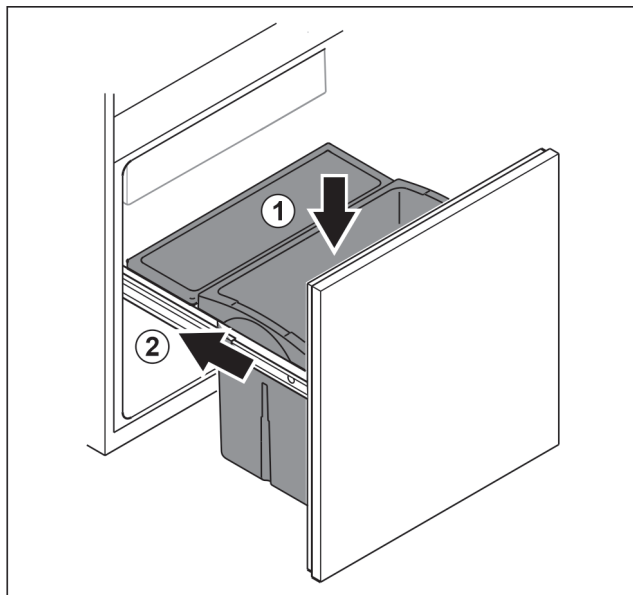

Fig. 191
- Vendosni në vend sirtarin nga lart. Fig. 191 (1)
- Shtyni brenda koshin me tërheqje. Fig. 191 (2)